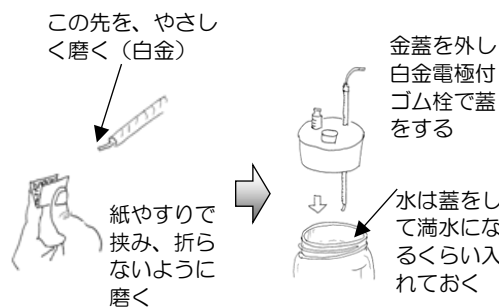

図 7 Eh 測定準備
(1) Eh 測定の準備(図 7)
- ① 白金電極の先を紙やすりで軽く20回程度磨いた後、ビンの金蓋をはずし、代わりに白金電極付ゴム栓でフタをします。白金部分はやわらかいため、折らないようご注意ください。
- ② 白金電極を土壤に指してから、30分経過して初期値を測ります(冷蔵した場合は室温に戻ります)。
- ③ 参照電極をペットボトルから取り出し、ゴム栓の大きい穴から上澄み液につかるように差し込みます。